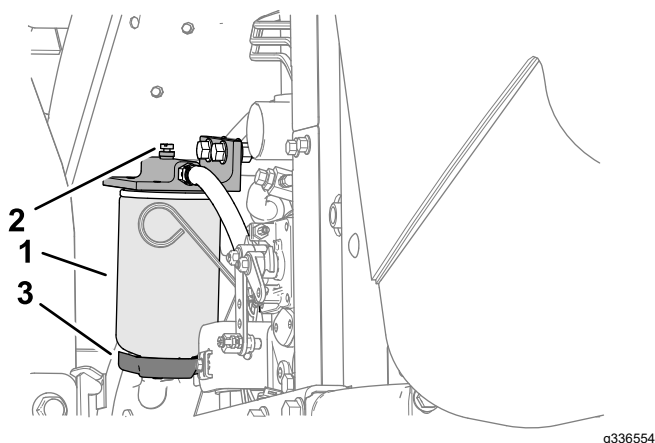

Figura 68
4. Liberte a válvula de escoamento que se encontra na zona inferior do recipiente do filtro (Figura 68).
3. Limpe a zona de montagem do recipiente do filtro (Figura 68).